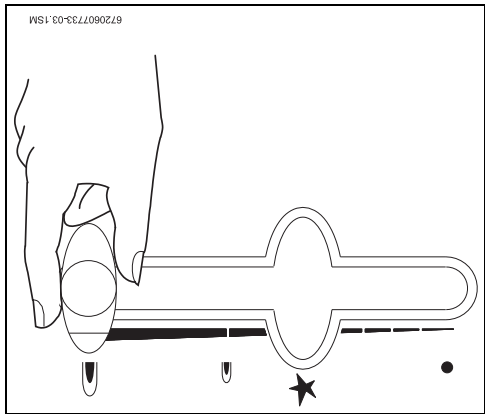

Fig. 4
- ▶ Commuter, en premier lieu, le bouton de réglage coulissant de la position « Eteindre » à la position « Allumer » (→ Fig. 4).